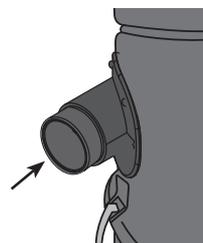

Figure 5
2. Pousser l'adaptateur qui dépasse de l'entrée d'air vers l'intérieur (**figure 5**).
Push the adapter that comes out of the intake back into the intake (**figure 5**).